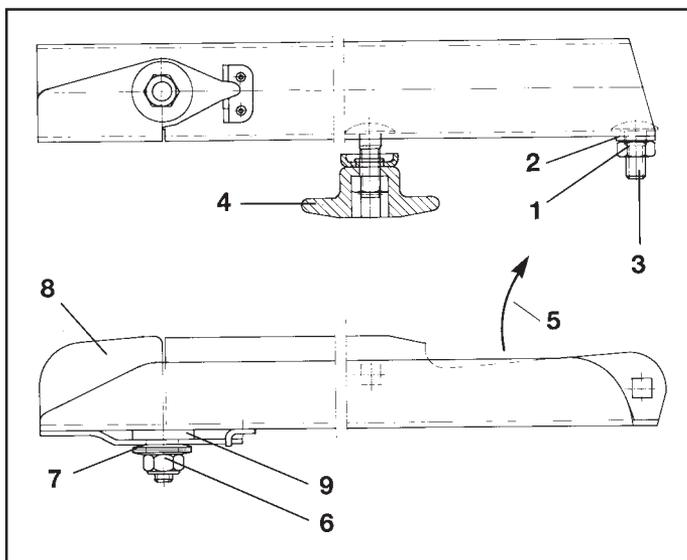

Рис. 9.3
- Отвинтите самотормозящуюся гайку (Рис. 9.3/1).
- Снимите подкладную шайбу (Рис. 9.3/2) и винт с полукруглой низкой головкой (Рис. 9.3/3).
- Отвинтите барашковую гайку (Рис. 9.3/4) и замените распределяющую лопасть.
- **Самотормозящуюся гайку (Рис. 9.3/1) затяните так, чтобы распределяющая лопасть могла перемещаться рукой.**
Следите за правильным монтажом распределяющих лопастей. Открытая сторона С-образной распределяющей лопасти должна быть обращена в направлении вращения (Рис. 9.3/5).
- Отвинтите самотормозящуюся гайку (латунь CuZn) (Рис. 9.3/6) и снимите вместе с тарельчатыми пружинами (Рис. 9.3/7).
- Замените поворотную пластину (Рис. 9.3/8).
Следите за пластмассовой шайбой (Рис. 9.3/9) между распределяющей лопастью и поворотной пластиной.
- Затяните самотормозящуюся гайку (Рис. 9.3/6) с моментом затяжки 6 - 7 Нм, так чтобы поворотная пластина могла проворачиваться рукой, но при эксплуатации не проворачивалась вверх самостоятельно.